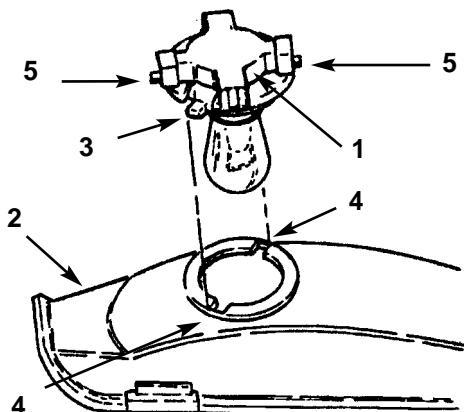

Figure 34
3. Tourner le porte-ampoule d 1/4 de tour dans le sens horaire et le déposer du réflecteur (Fig. 34).
2. Le porte-ampoule est muni de deux languettes (Fig. 34). Aligner les deux languettes avec les encoches du réflecteur, installer le porte-ampoule dans le réflecteur et lui donner 1/4 de tour dans le sens horaire jusqu'à ce qu'il s'arrête.